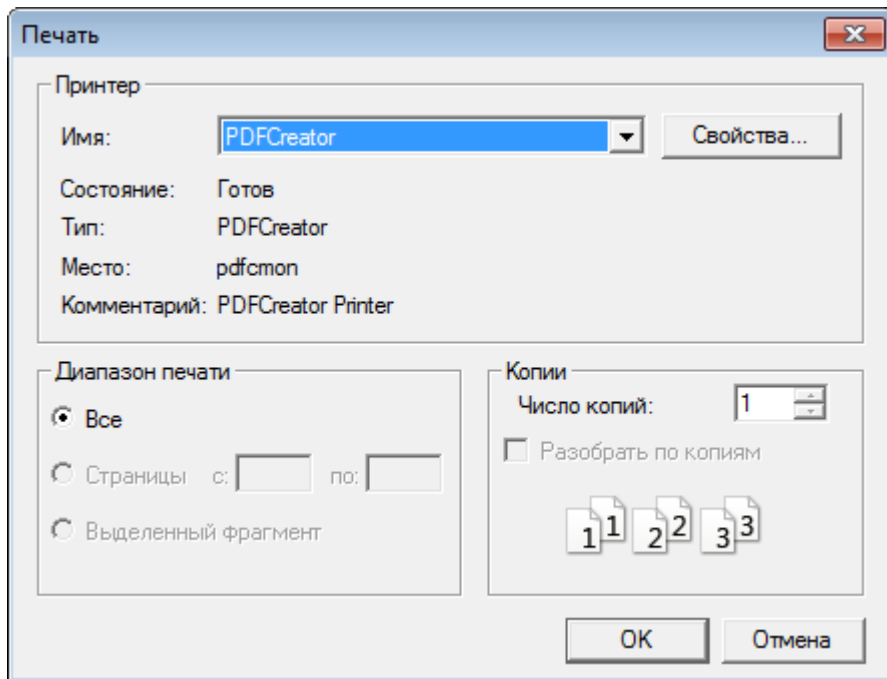
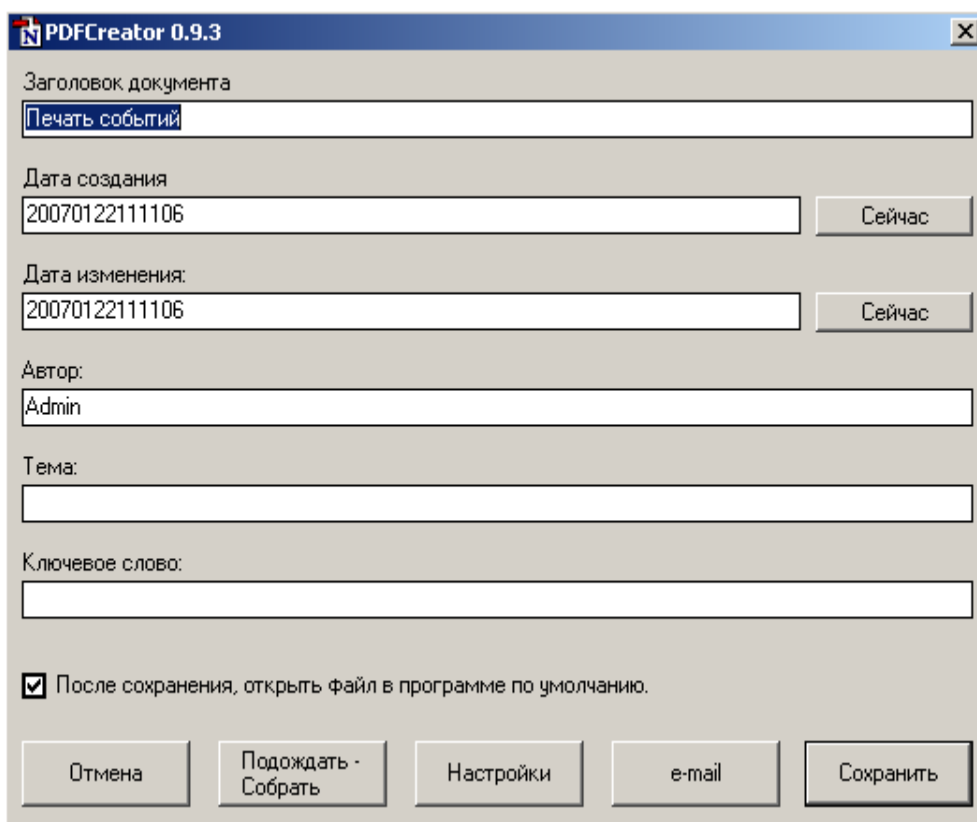

Рисунок 10.2. Выбор принтера «PDFCreator»
Рисунок 10.3. Параметры создаваемого PDF файла
- выбрать в качестве принтера «PDFCreator» (рис.10.2), (программа предложит выбрать параметры сохраняемого файла, они могут не редактироваться), а также произвести настройки получаемого документа (по умолчанию этого также не требуется), далее необходимо нажать на кнопку «Сохранить» (рис.10.3), после чего программа предложит выбрать имя файла и путь для его сохранения.